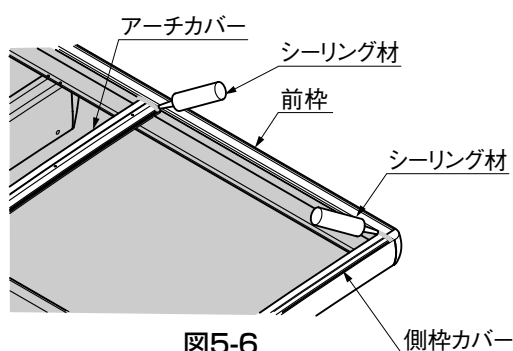

図5-6
- ② 前杣とアーチカバーの間と前杣と側杣カバーの間にシーリング材を充てんしてください。(図5-6参照)
- 指定の箇所にシーリングしてください。(図5-6参照)